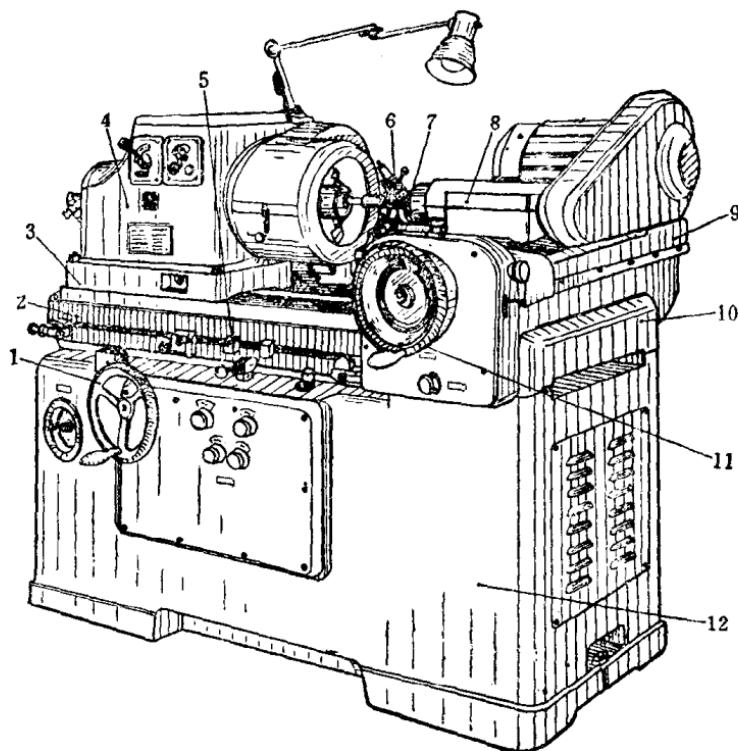

图1-4 M2110型内圆磨床
2. M2110 型内圆磨床 M2110 型内圆磨床可磨削圆柱孔和圆锥孔，它由床身 12、工作台 2、床头箱 4、内圆磨具 7 和砂轮修整器 6 等部件组成（图 1-4）。